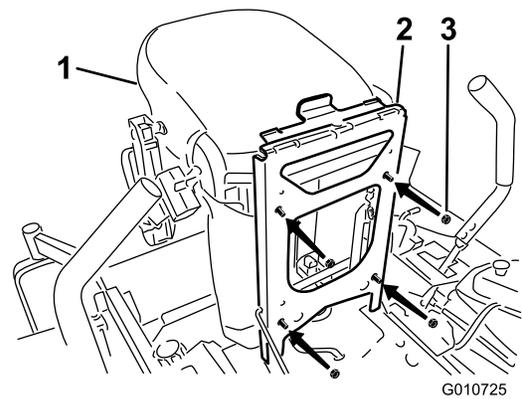

Figure 9
4. Placez le nouveau siège sur son armature (Figure 9).
5. Fixez le siège sur son armature avec 4 écrous à embase (5/16 po) (Figure 9).